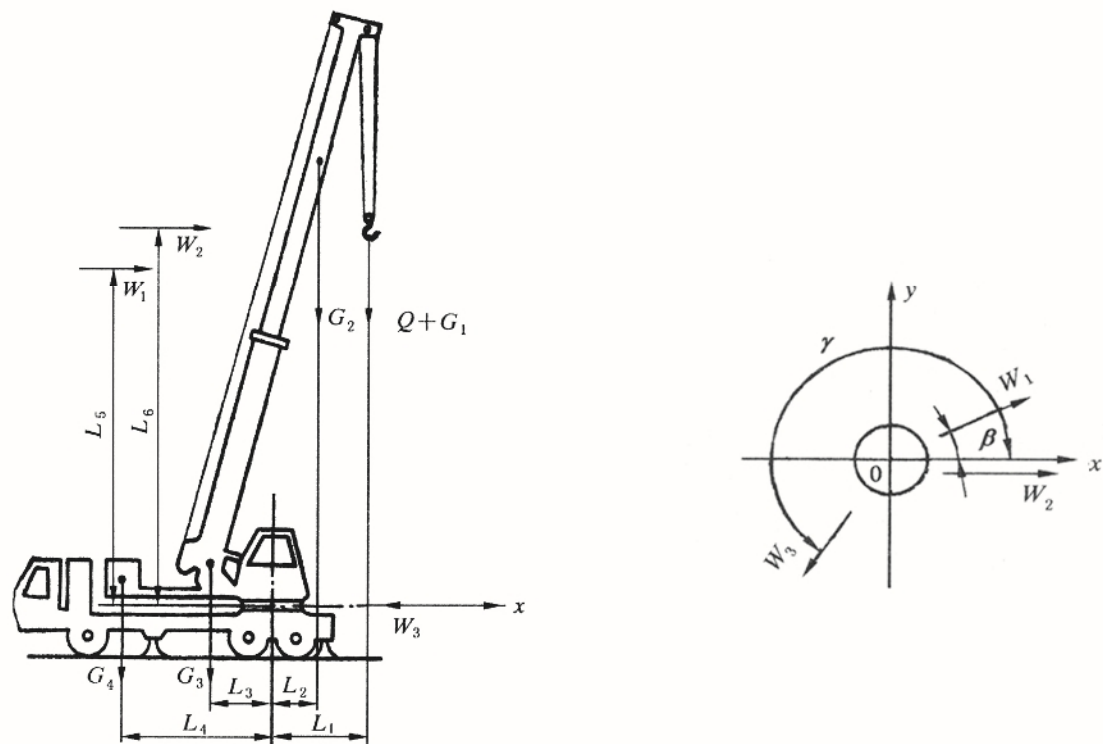

图 1 起重机计算简图
1、起重机（见图1） Crane(see figure 1)